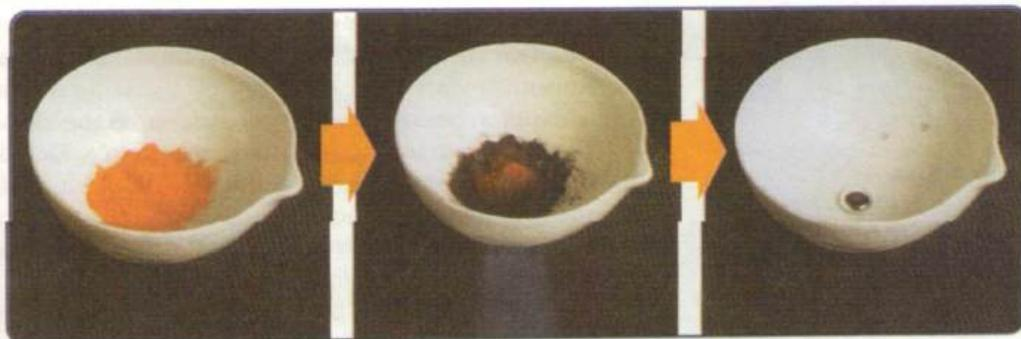

Рис. 46. Разложение оксида ртути
2. Термическим разложением оксида ртути(II) англичанин Джозеф Пристли получил кислород (рис. 46). Запишите уравнение соответствующей реакции.